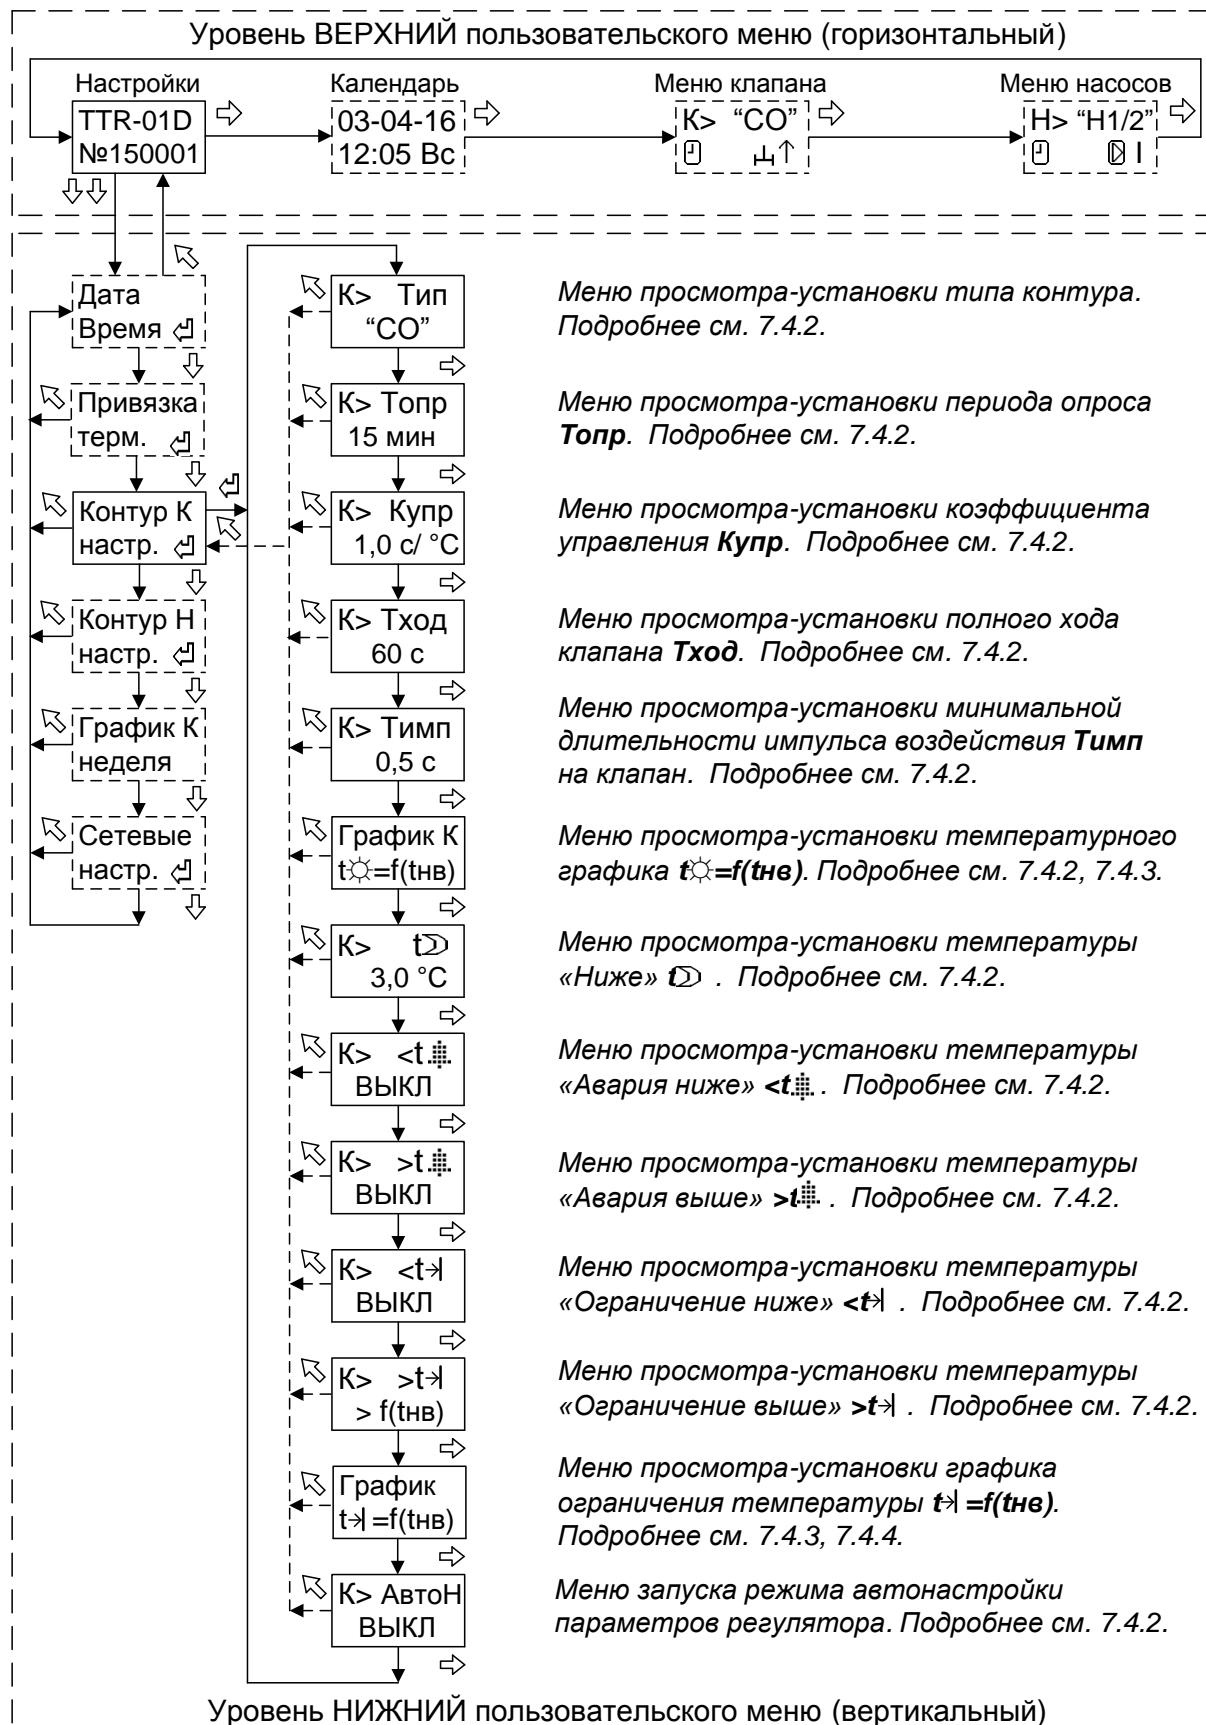

Рисунок 4 - Структура меню настройки параметров для системы отопления
7.4.3 Для просмотра-установки температурного графика регулирования необходимо войти с помощью нажатия кнопки “” (см. рисунок 4 ) в меню «График  $\odot t=f(\text{нв})$ ».